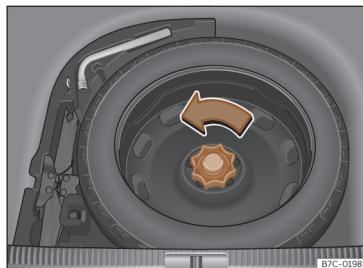

Fig. 206 Dans le coffre à bagages : plancher de chargement soulevé.
- Tournez la molette dans le sens inverse des aiguilles d'une montre >>> fig. 206.